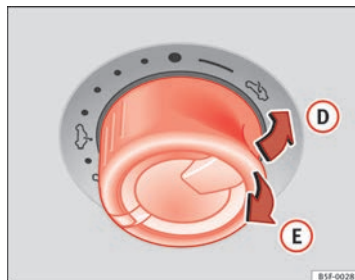

Abb. 58 Im Dachhimmel: Schalter drücken und ziehen zum Ausstellen und Schließen.
⇒ Abb. 58
- Innerhalb von etwa 5 Sekunden nach dem Auslösen der Kraftbegrenzung den Schalter hinten so lange ziehen  $\Rightarrow$  Abb. 58 (Pfeil  $\textcircled{E}$ ), bis das Panorama-Schiebedach vollständig geschlossen ist.